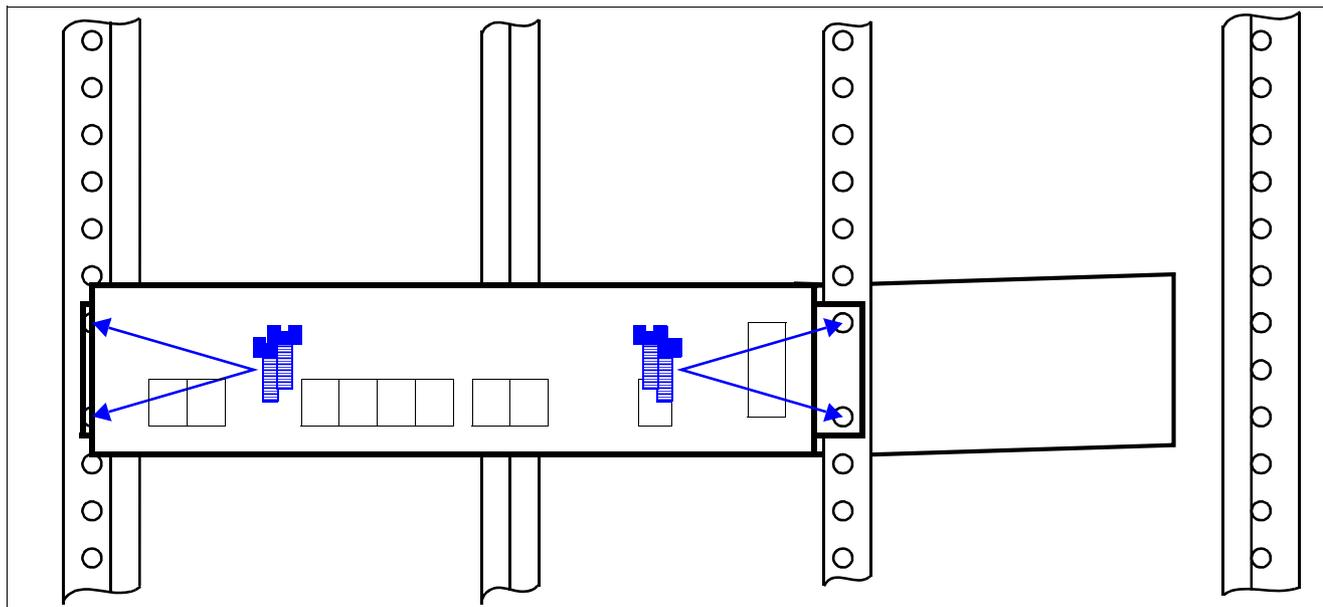

Figure 3-8 HiPath 2020 et HiPath 2030 – Montage dans l'armoire 19"
3.	Fixez le système comme sur la figure 3-8 des deux côtés avec les deux vis, au châssis 19". Remarque : pour la fixation du système sur l'armoire 19", il faut utiliser des vis spécifiques de l'armoire, proposées par son fournisseur.